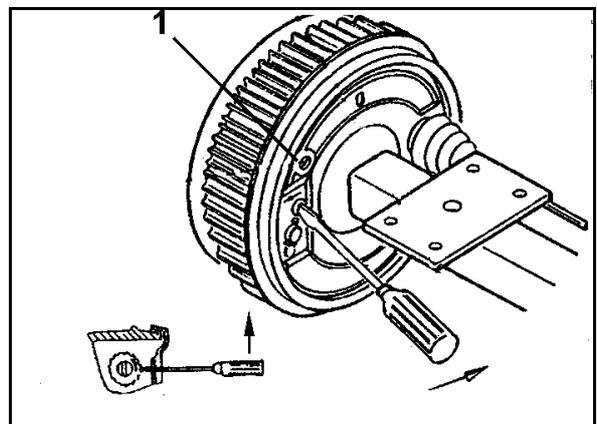

Рис. 100
- Смотровое отверстие (Рис. 100/1)